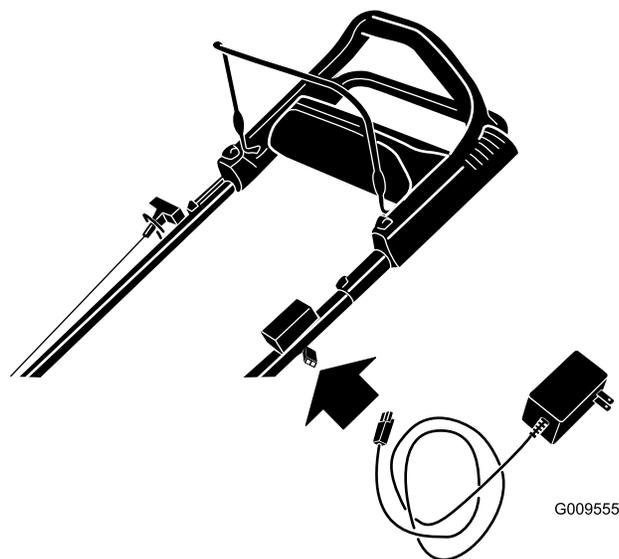

Рисунок 25
1. Подсоедините зарядное устройство к жгуту проводки машины, расположенному под электрическим стартером (Рисунок 25).